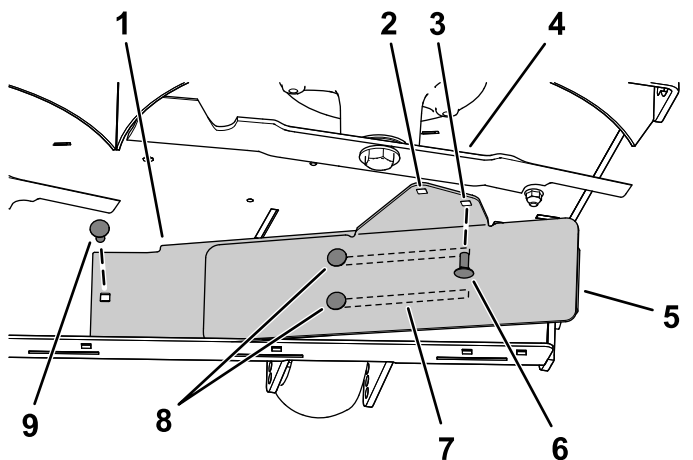

Figura 10
3. Montirajte levu stranu pregrade pomoću zavrtnja sa poluokruglom kapom ($\frac{5}{16} \times \frac{3}{4}$) i navrtke ($\frac{5}{16}$) kako je prikazano na Figura 10.
4. Olabavite 2 zavrtnja sa poluokruglom kapom ($\frac{5}{16} \times \frac{3}{4}$) u urezima na pregradi pa povlačite pregradu dok rupa ne bude poravnata sa rupom na kućištu kosilice (Figura 10).
5. Montirajte pregradu kako je prikazano na Figura 10.
Important: Pazite da upotrebite ispravnu rupu za pregradu; pogledajte Figura 10.
6. Zategnite 2 zavrtnja sa poluokruglom kapom ($5/16 \times 3/4$ ") u urezima na pregradi (Figura 10).